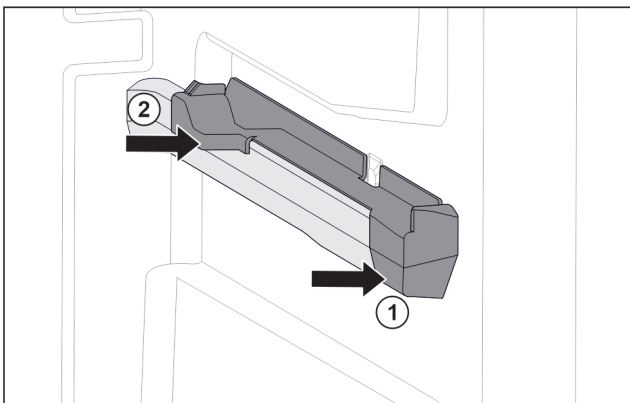

Fig. 104 Наставка върху дясното ребро на съда
- ▶ Поставете наставката отпред към реброто на съда. Fig. 104 (1)
- ▶ Притиснете наставката отзад. Fig. 104 (2)